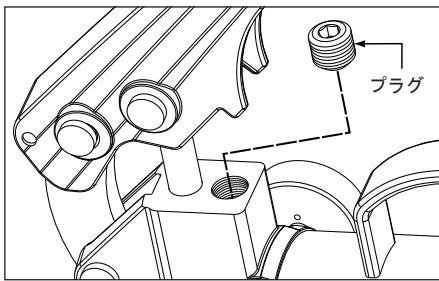

図12: リリーフ弁 (P-18とP-39)
- モデルP-18とP-39では、リリーフ弁がポンプヘッドの上面に配置されています。図12を参照してください。